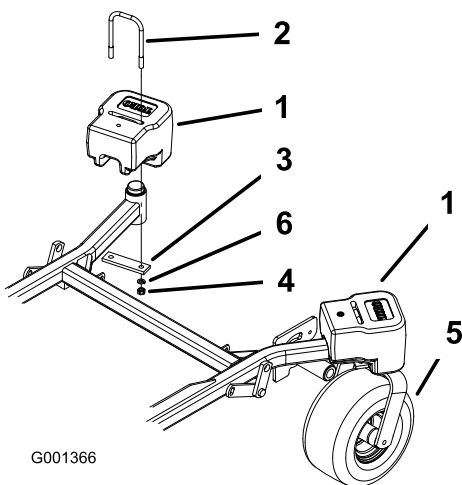

Figura 27
2. Instale la placa, las tuercas ($\frac{1}{2}$ ") y la arandela de freno ($\frac{1}{2}$ ") debajo del bastidor y del contrapeso (Figura 27).